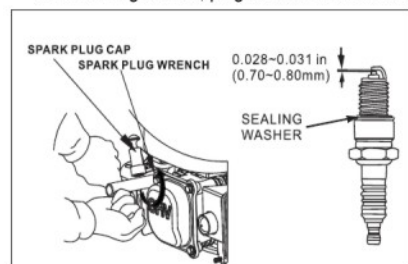

Fig. 11
4. Misurare la distanza degli elettrodi con un calibro appropriato. La corretta distanza è di 0,7-0,8 mm. Per eventuali regolazioni, piegare delicatamente l'elettrodo superiore (vedi Fig. 11).